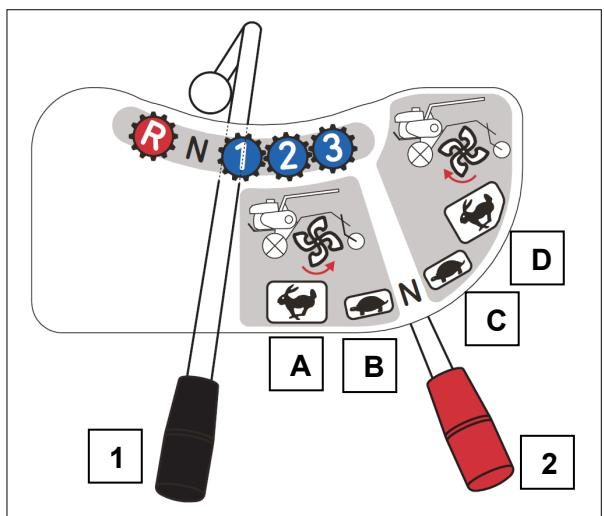

Figura 4
Esta palanca (1, Figura 4) permite seleccionar 3 velocidades de avance (1, 2, 3), 1 velocidad de retroceso (R) y 1 posición neutra (N).
Esta palanca (2, Figura 4) permite seleccionar 2 el rotor hacia adelante (alta, baja), 2 el rotor hacia atrás (alta, baja) o 1 posición neutra (N).
1. Mueva la palanca giratoria F/R solo hasta la posición B (Figura 4). Se recomienda insistenteamente utilizar únicamente la posición B para el trabajo de cultivo, ya que la posición A es demasiado rápida para el rotor y la tierra podría esparcirse.